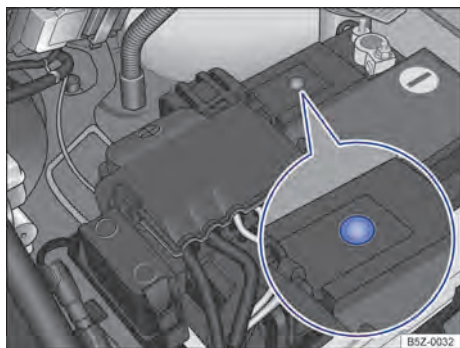

Fig. 183 No compartimento do motor: exemplo de posição do visor no lado superior da bateria do veículo.
- O visor redondo → Fig. 183 na parte superior da bateria do veículo muda de cor conforme o nível do eletrólito.